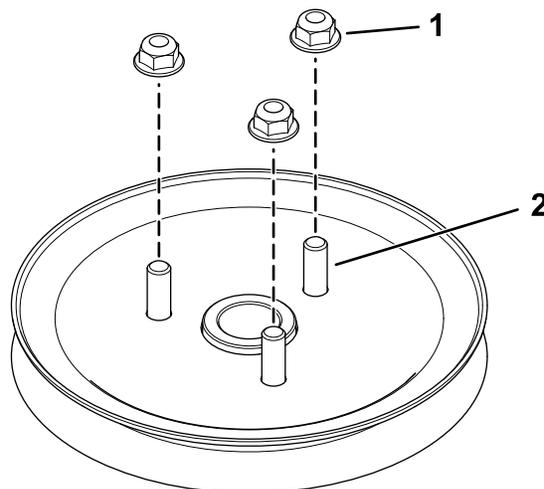

Figure 8
3. Serrez légèrement les 3 écrous sur les goujons (Figure 8).